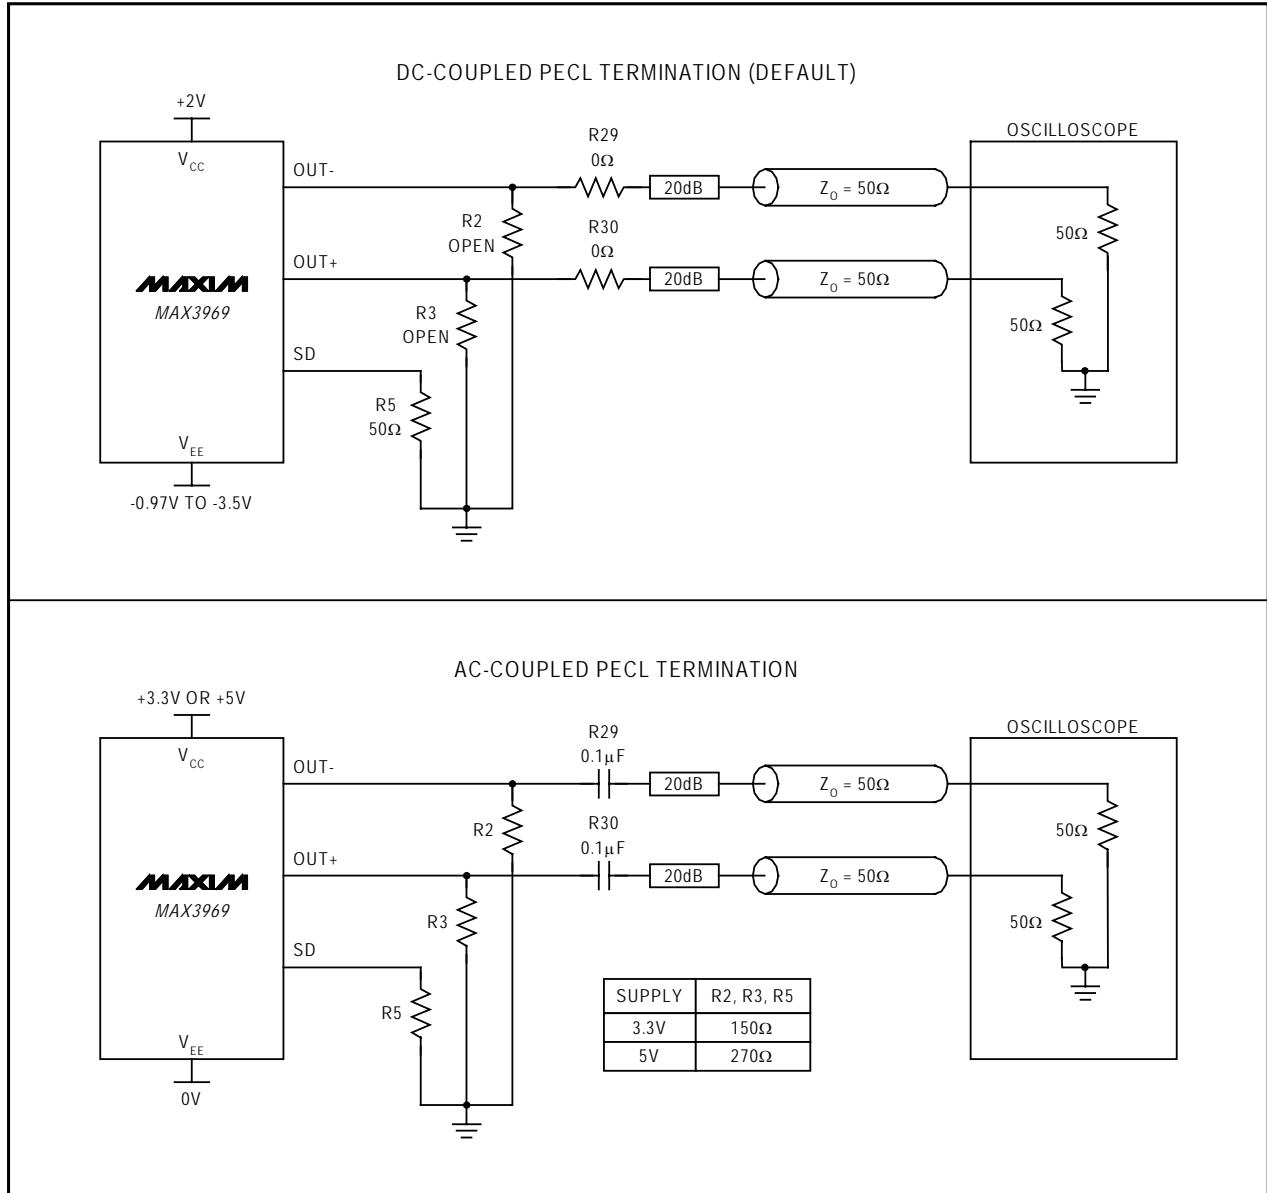

图 1. PECL 输出端接
数据输出 (OUT+, OUT-) 和信号检测输出 (SD) 与 PECL 兼容，可使用任何标准的端接方法。图 1 为典型的 DC 和 AC 端接方式。